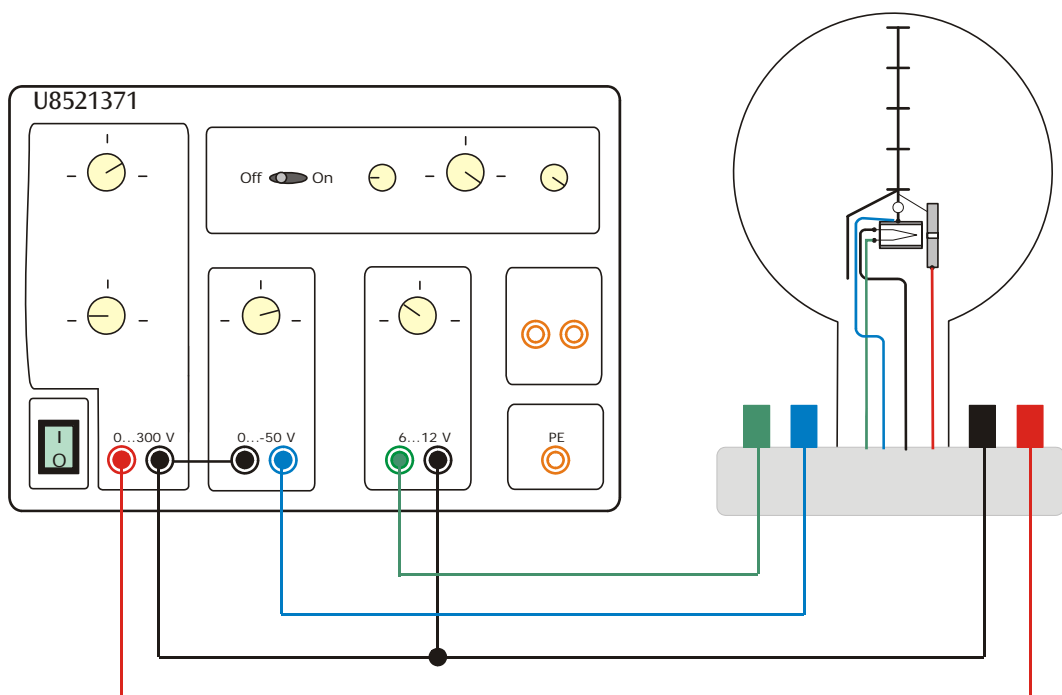

Fig. 1: Conexão do tubo de feixe estreito com o fonte de alimentação DC 300 V U8521371
- Efetuar a conexão do tubo conforme a fig. 1.